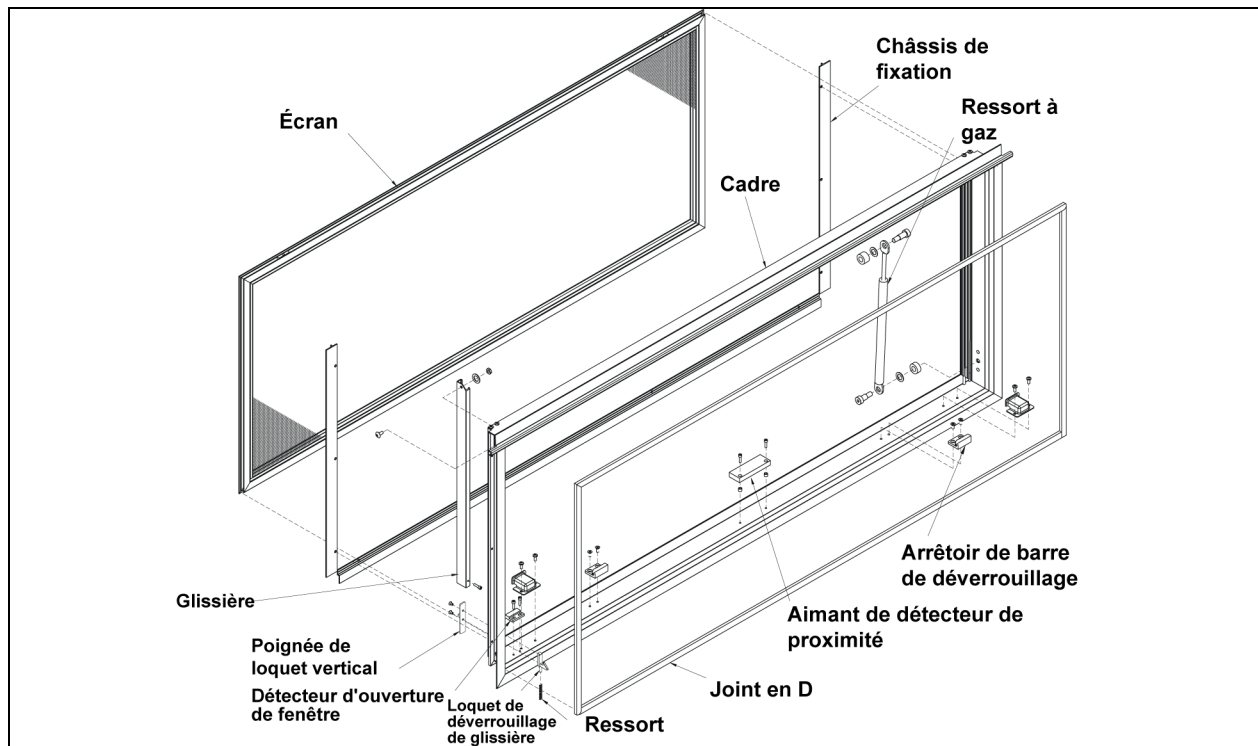

FIGURE 100: VUE ÉCLATÉE D'UNE FENÊTRE ÉLECTRIQUE À AUVENT (ENCADREMENT)
4. Desserrer les vis butées numéro 5 (Figure 100) (faire pivoter le bras pour accéder à la deuxième vis butée) et désengager le bras pivotant du bout d'arbre.